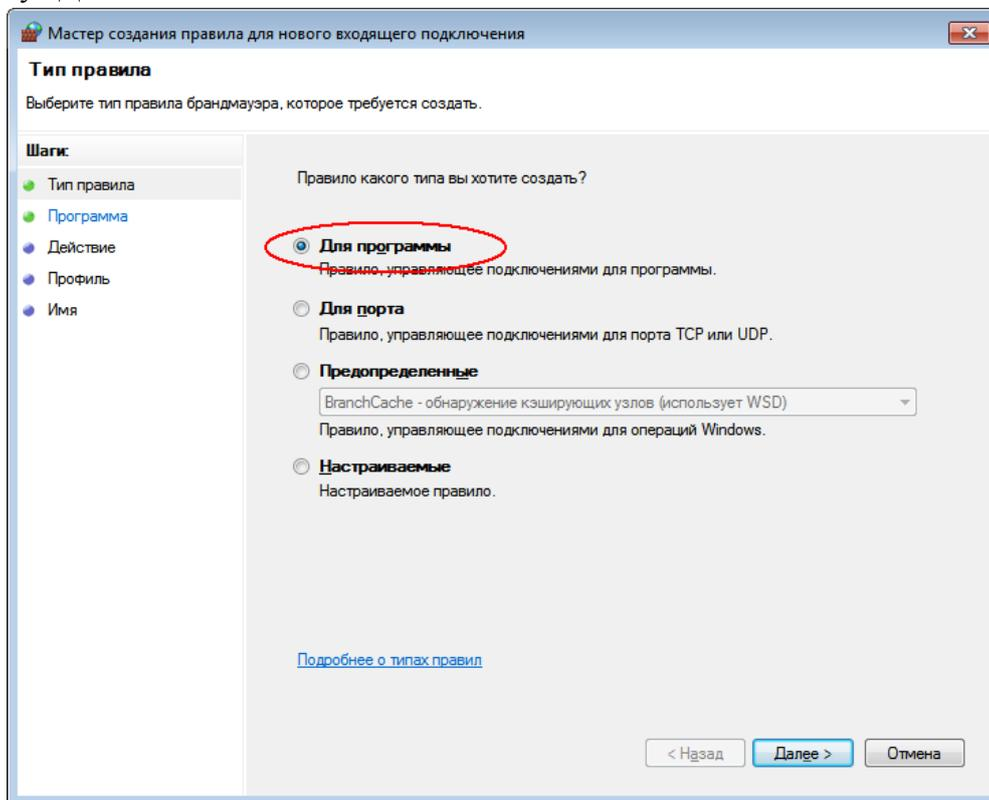

Рис. 37
- 3 Далее, в окне «Тип правила» установить флаг «Для программы» (Рис. 37) и нажать кнопку «Далее».